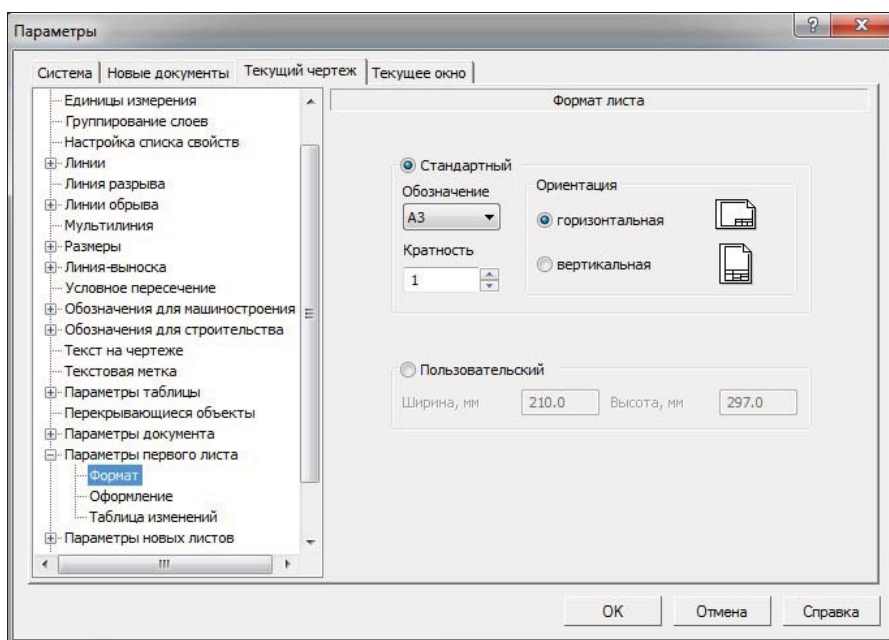

Рис. 14.19. Диалоговое окно Параметры: Формат листа
- ◆ при выделении пункта **Формат** в правой части откроется панель **Формат листа** (рис. 14.19):